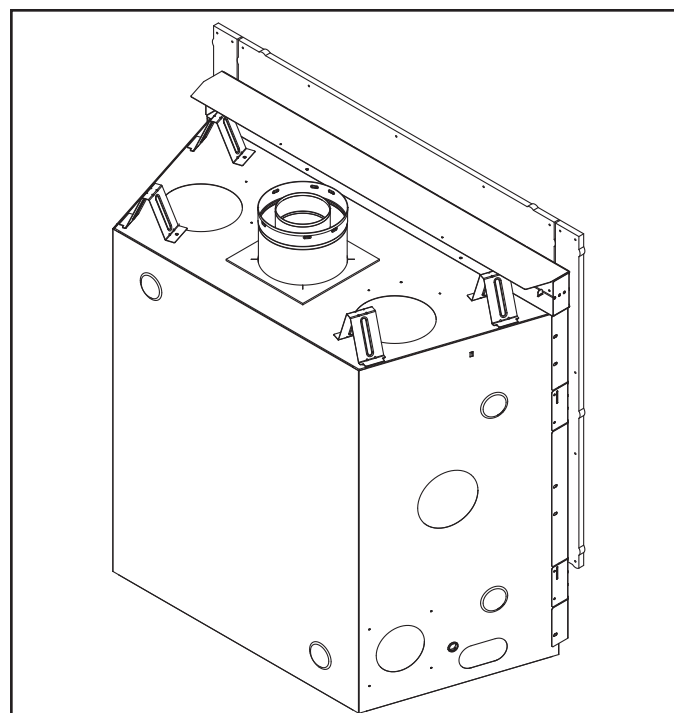

Figure 6.4 COSMO32-IFT-B - Support d'expédition et couvercle du conduit enlevés
2. Retirez et jetez le couvercle du conduit. Voir la figure 6.4.